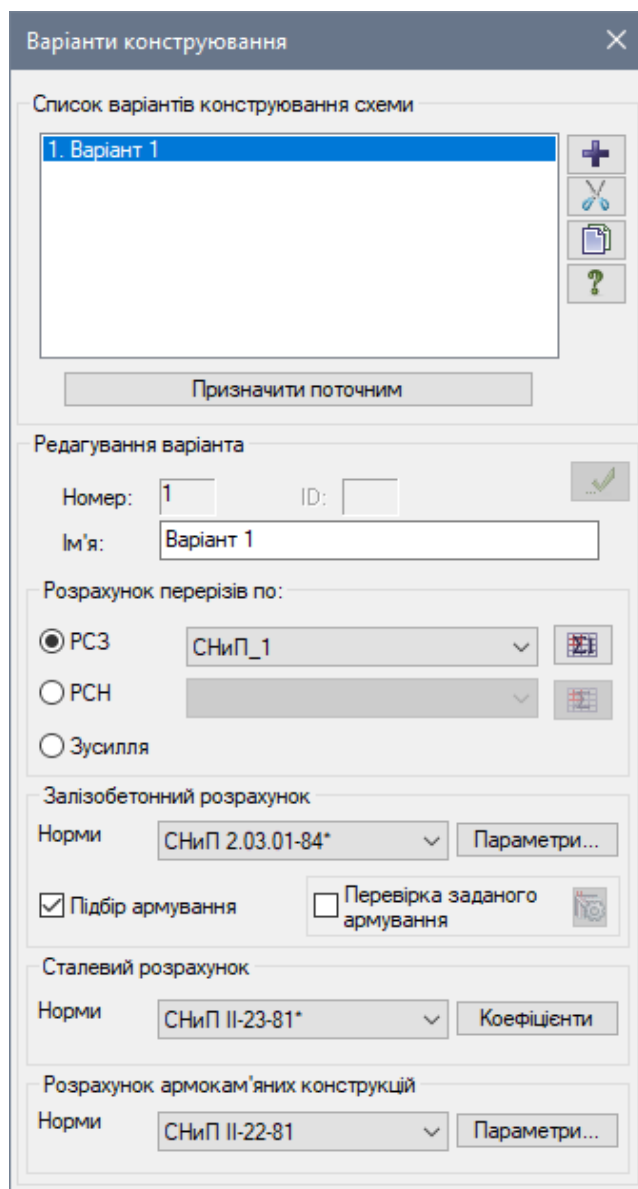

Рис. 21.4. Діалогове вікно **Варіанти конструювання**
- Викличте діалогове вікно **Варіанти конструювання** (рис. 21.4) натисканням по кнопці  – **Варіанти конструювання** (панель **Конструювання** на вкладці **Створення та редагування**).